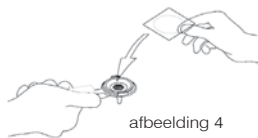

afbeelding 3
4. Plaats de filterhouder 7 in de groep 8, vanaf de linkerkant. Draai hem naar rechts en druk hem op het einde goed aan. (Zie afbeelding 3).